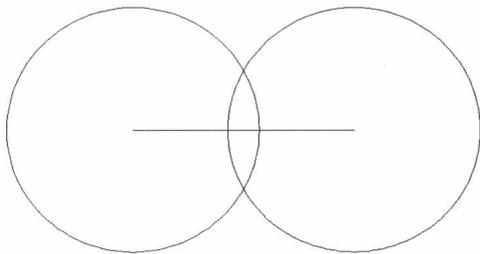

图2-3 绘制圆
**步骤 04** 在命令行中输入CIRCLE（圆）命令并按回车键确认，根据命令行提示进行操作，以直线的第二点为圆心，绘制一个半径为80的圆，如图2-3所示。